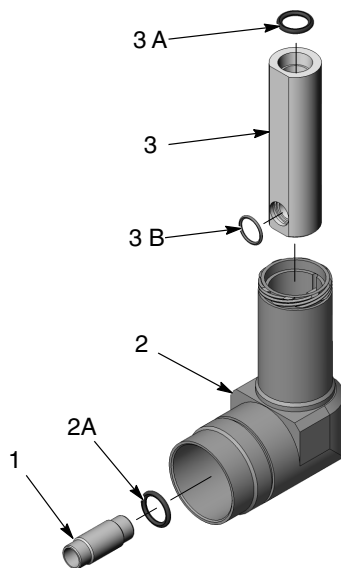

Abbildung 8 Explosionszeichnung der Baugruppe Verlängerung
1. Siehe Abbildung 8. Das Pulverrohr (1) aus dem Pistolenende der Verlängerung ziehen.
2. Das Pulvergehäuse (3) nach oben aus dem Düsenende der Verlängerung ziehen.
HINWEIS: Die in Abbildung 8 gezeigten O-Ringe sind im Lieferumfang des Verlängerungsgehäuses und in den Wartungssätzen der Pulvergehäuse enthalten. Beim Ersetzen einer Komponente ist es nicht erforderlich, die O-Ringe zu entfernen.
1. Siehe Abbildung 8. Beim Ersetzen des Verlängerungsgehäuses sicherstellen, dass der O-Ring (2A) vor dem Fortfahren in die Nut auf der Pistolenseite des neuen Gehäuses montiert wird.